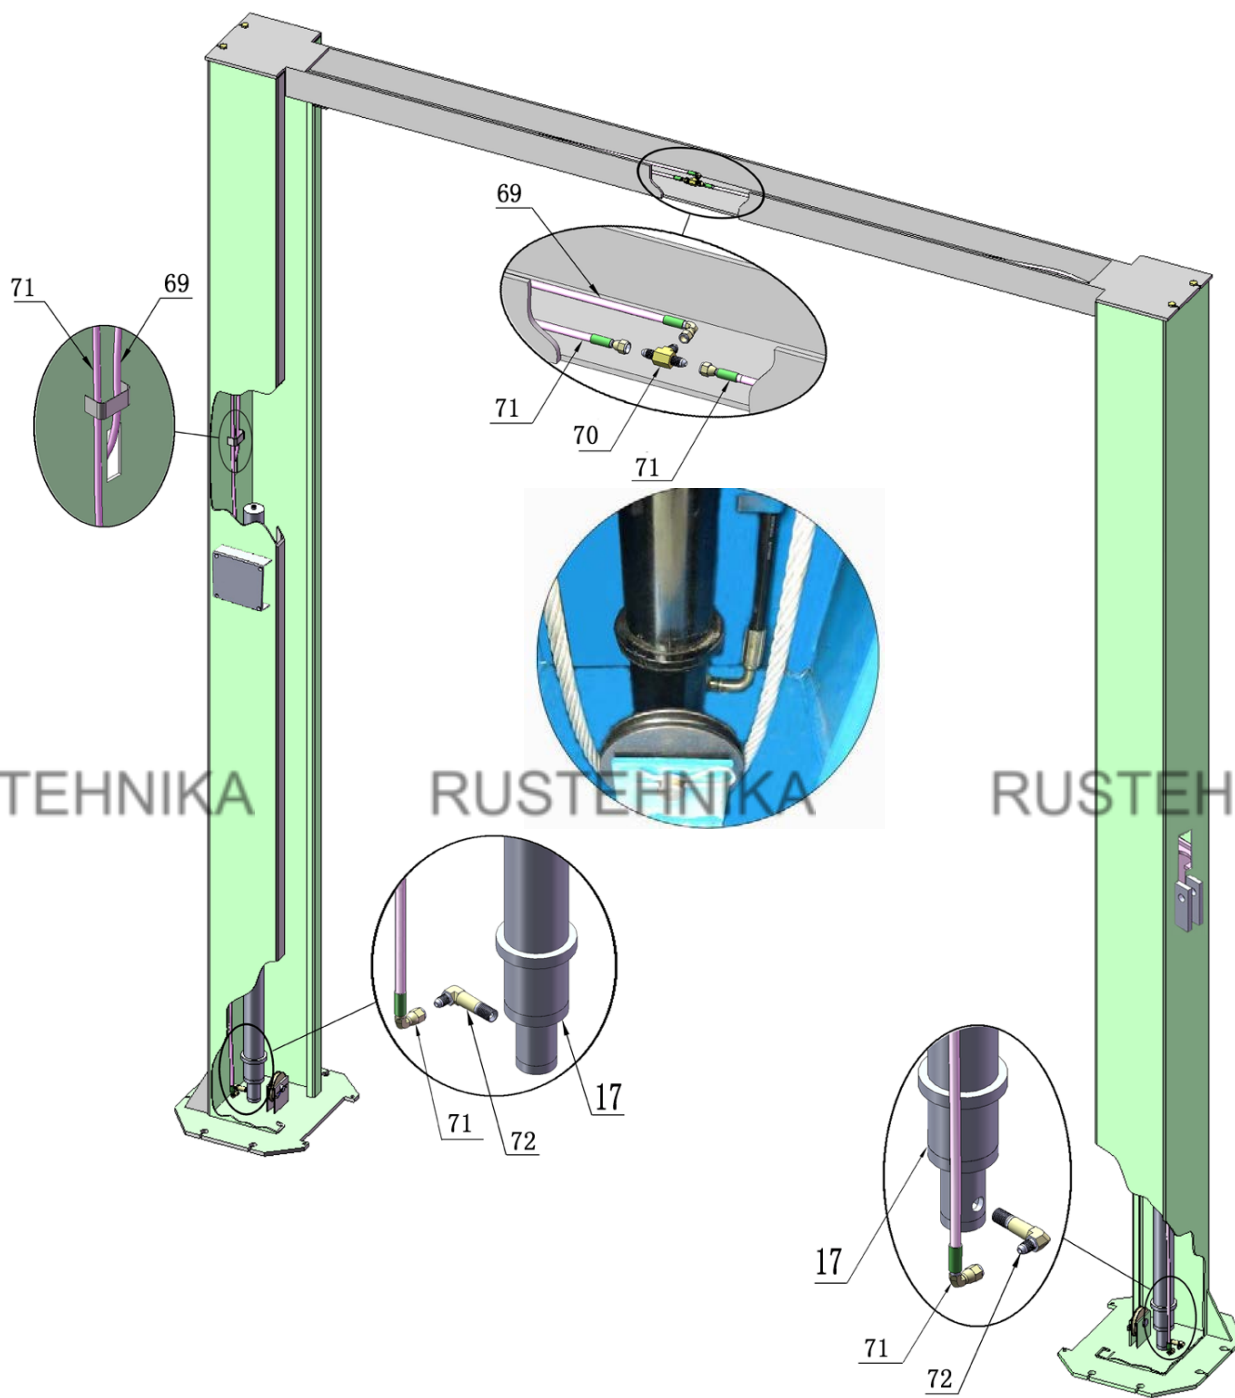

Рис. 27
1. Для модели 210С, 210АС (Рис. 27).